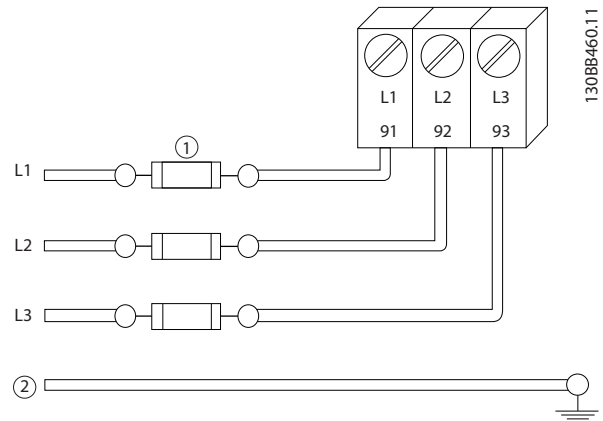

Abbildung 2.6 Sicherungen
- Versehen Sie alle Frequenzumrichter mit Kurzschluss- und Überlastschutz. Dieser Schutz wird durch Sicherungen am Eingang gewährleistet, siehe *Abbildung 2.6*. Wenn die Sicherungen nicht Bestandteil der Lieferung ab Werk sind, muss sie der Installateur als Teil der Installation bereitstellen. 10.3 *Sicherungsangaben* zeigt die maximalen Nennwerte der Sicherungen.